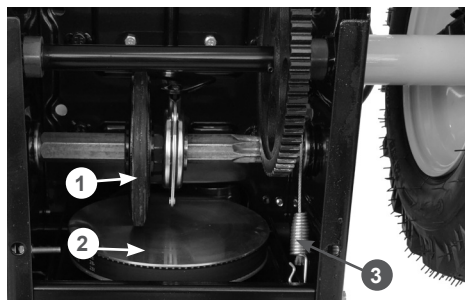
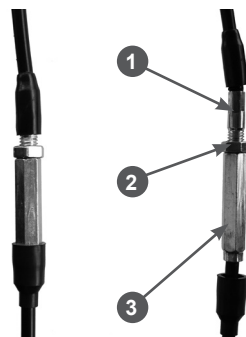

Рис. 12 Регулировка троса включения хода
Рис. 13 Механизм регулировки тросов дополнительный
- нажмите рычаг включения хода. При полностью нажатом рычаге включения хода пружина 1 должна быть растянута на 0,5 - 1 см (Рис. 12).
- отпустите рычаг включения хода. Между резиновым фрикционным колесом 1 и ведущим диском 2 должен быть зазор не менее 1 мм (Рис. 12);
Дополнительную регулировку тросов включения хода и включения шнеков в ограниченном диапазоне можно выполнить с помощью регулировочного механизма на каждом тросе (Рис. 12). Для этого ослабьте затяжку контргайки 2 и, выкручивая/закручивая регулировочный винт 1 в гайку 3, установите требуемую длину троса (Рис. 13).